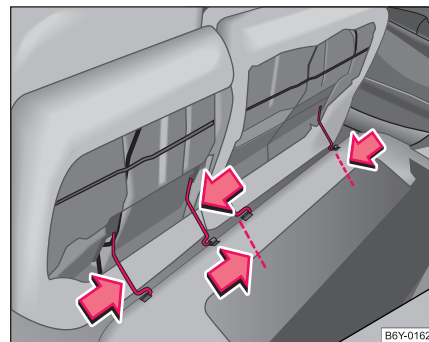

Fig. 51 Sacar el banco trasero
- Presione el estribo de alambre en el sentido de la flecha ⇒ fig. 51 y saque el banco trasero de la fijación.